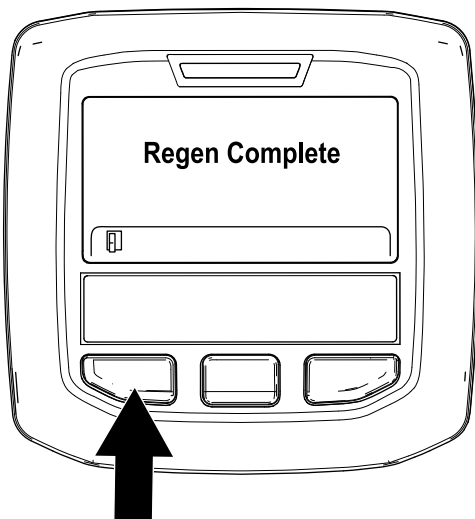

図 47
9. 駐車再生が終了すると、インフォセンターに Regen Complete と表示される。左ボタンを押してホーム画面に戻る 図 47。